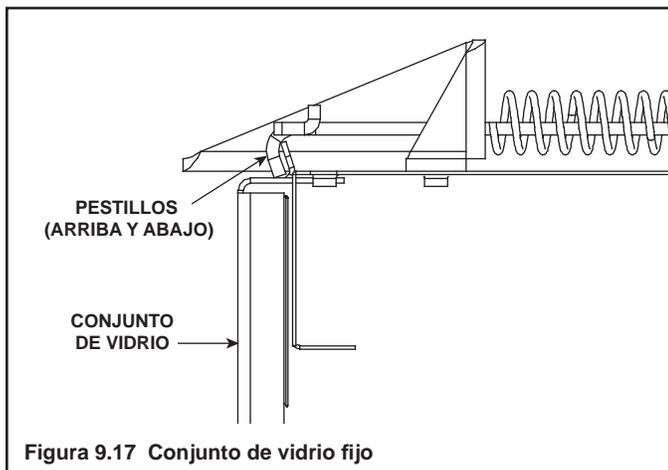

Figura 9.17 Conjunto de vidrio fijo
- Desenganche los dos pestillos que se encuentran en la parte superior e inferior de la puerta de vidrio. Levante y retire la puerta de vidrio. Consulte la Figura 9.17.
- Jale los cuatros pestillos y desmóntelos del surco en el marco del vidrio. Retire el conjunto de vidrio del aparato (consulte la Figura 9.17).